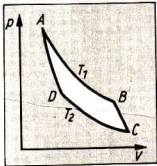

Bild 34
- 6.15 Mit 10,0 l Luft, die unter einem Druck von 18,0 at steht, soll ein Carnot-Prozess zwischen 400 °C und 20 °C durchgeführt werden. Nach der adiabatischen Expansion soll das Volumen des Gases 100 l betragen. Bild 34 soll den Vorgang veranschaulichen. Berechnen Sie 1. das Volumen im Zustand B, 2. den Druck im Zustand B, 3. den Druck im Zustand C, 4. das Volumen im Zustand D, 5. den Druck im Zustand D und 6. den Wirkungsgrad.